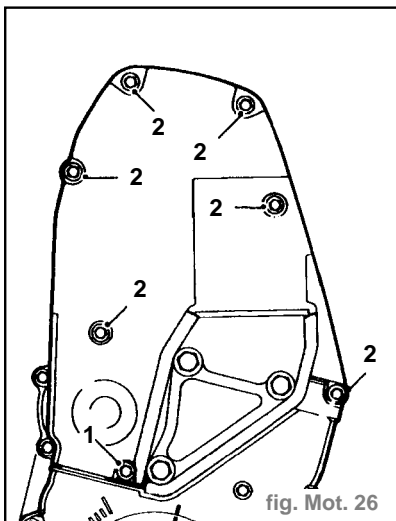

fig. Mot. 26
- Desserrer le boulon inférieur maintenant le couvercle supérieur de courroie de distribution sur le moteur (1) (fig. Mot. 26).